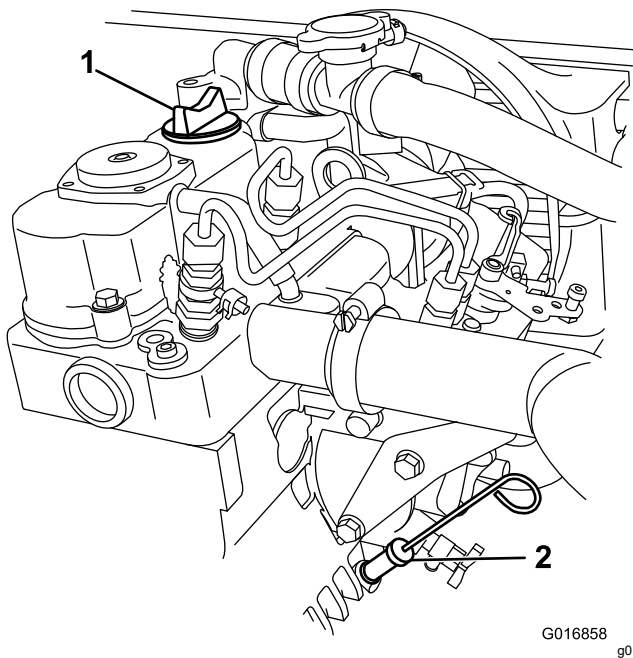

Figura 19
3. Utilice un trapo para limpiar alrededor de la varilla del aceite (Figura 19) para impedir que caiga suciedad por el tubo de llenado y cause daños en el motor.
5. Introduzca la varilla de aceite a fondo en el tubo (Figura 19).
6. Retire la varilla y observe el extremo (Figura 19).
7. Instale la varilla de aceite y asíntela firmemente (Figura 19).